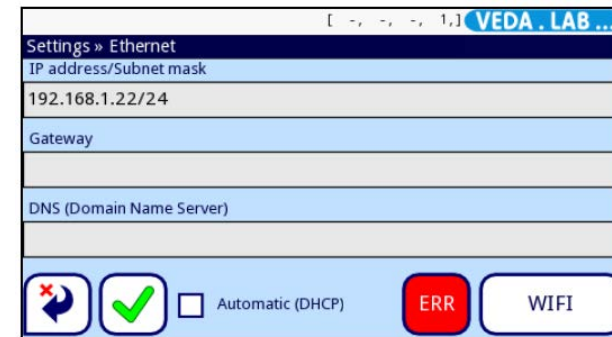

Abbildung 51: Der Bildschirm **Settings»Ethernet** (Einstellungen»Ethernet).
- 2 Auf dem Bildschirm **Settings** (Einstellungen) tippen Sie die Taste **Ethernet** (nummeriert mit 11 in Abbildung 42) an, um auf die Ethernet-Einstellungen zuzugreifen (vgl. Abbildung 51).